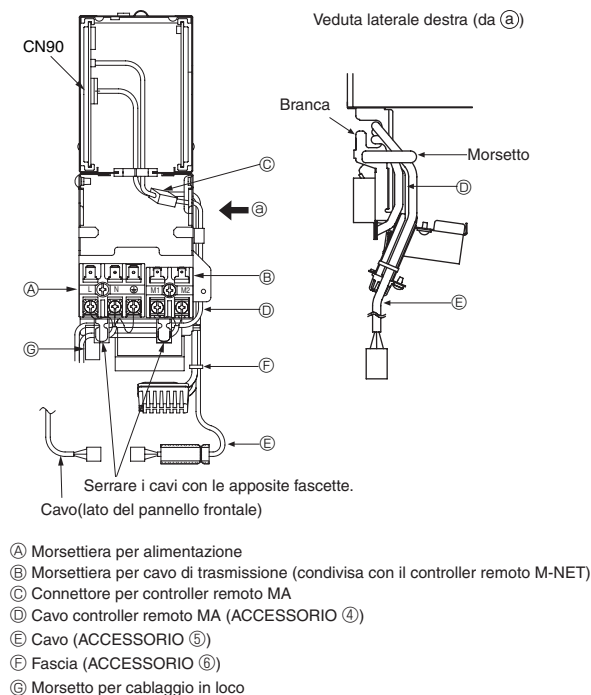

Fig. 5-1
5.1. Sezione interna (Fig. 5-1, 5-2)